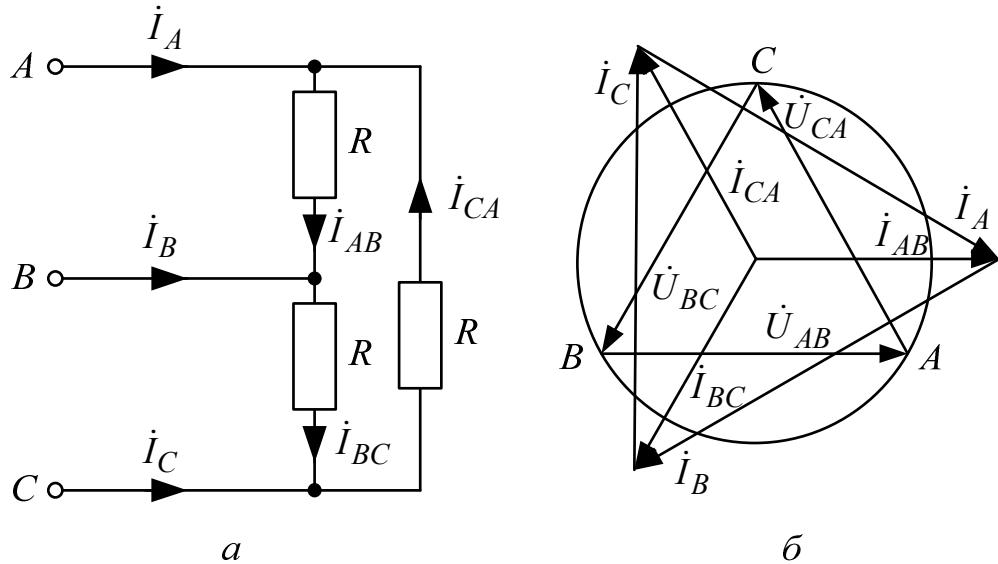

Рис. 10.2.
3. Исходная диаграмма напряжений и токов для симметричного треугольника дана на рис. 10.2, б: